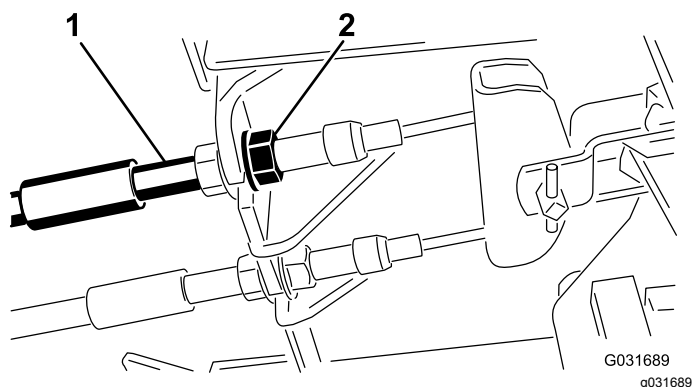

Figura 71
1. Per ridurre il gioco dei pedali del freno, stringete i freni allentando il dado anteriore sull'estremità filettata del cavo del freno (Figura 71).